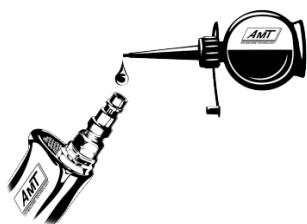

Рис. 5
- Капнуть 1-2 капли масла для пневмоинструмента Mobil Almo во входное отверстие (Рисунок 5).